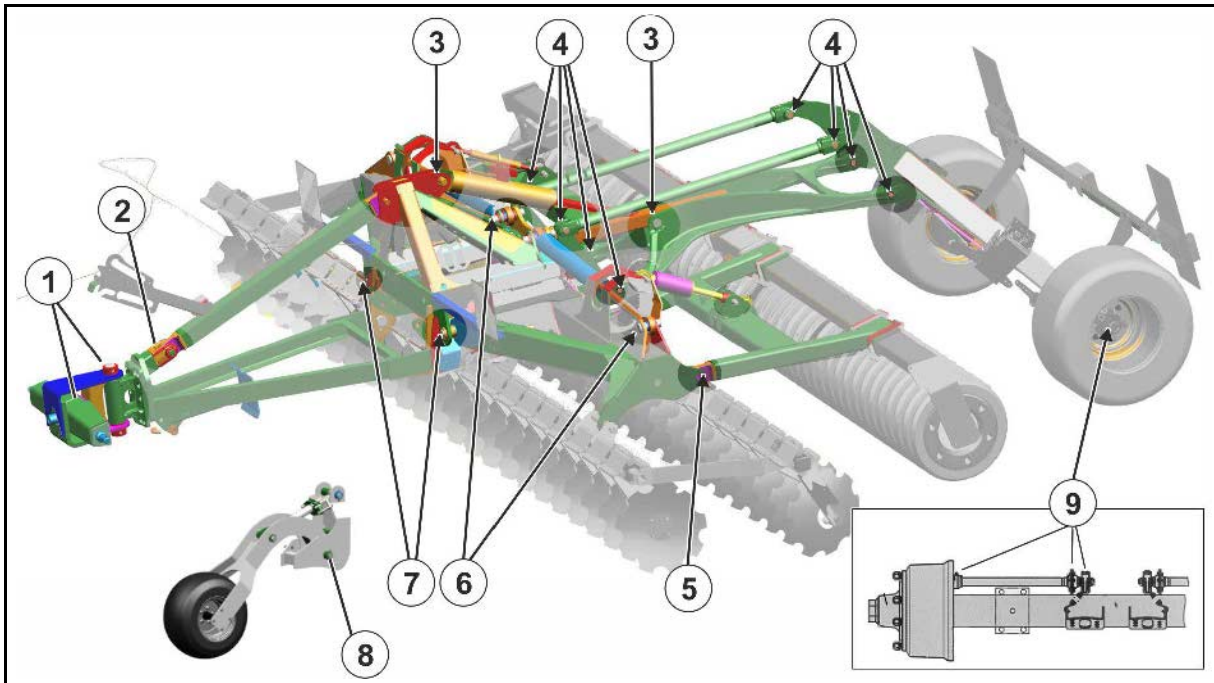

Рис. 59
1. Виверніть гвинти і зніміть обидва захисних кожуха (Рис. 59/1) з внутрішньої сторони гальмівного барабана.
Бруд може накопичуватися на гальмівних накладках (Рис. 59/2) і значно погіршувати ефективність гальмування.